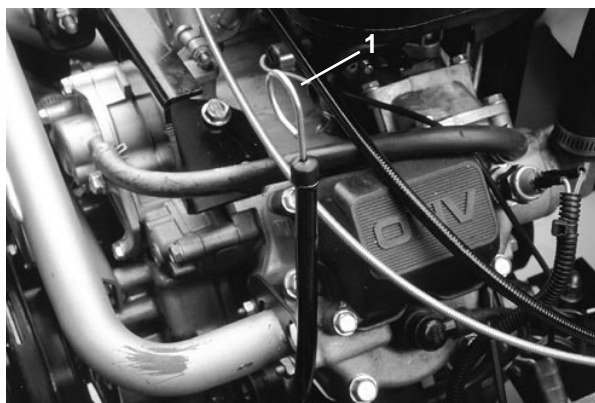

Bild 1
3. Ziehen Sie den Ölmaßstab heraus und wischen Sie ihn mit einem sauberen Lappen ab. Schieben Sie den Stab vollständig in das Rohr ein, ziehen Sie ihn heraus, und prüfen Sie den Ölstand (vgl. Abb. 1). Falls der Ölstand zu niedrig ist, füllen Sie nur soviel Öl nach, daß die Marke FULL auf dem Meßstab erreicht wird (vgl. Bild 2).